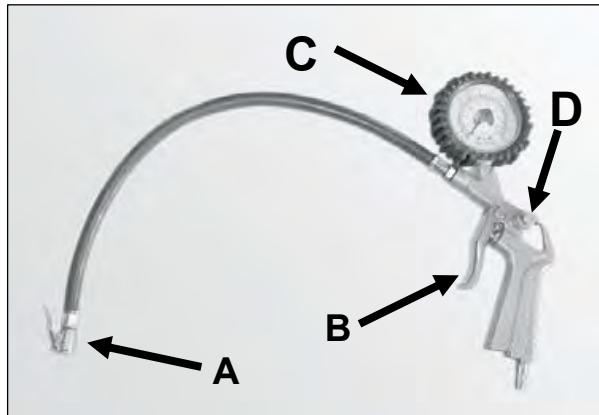
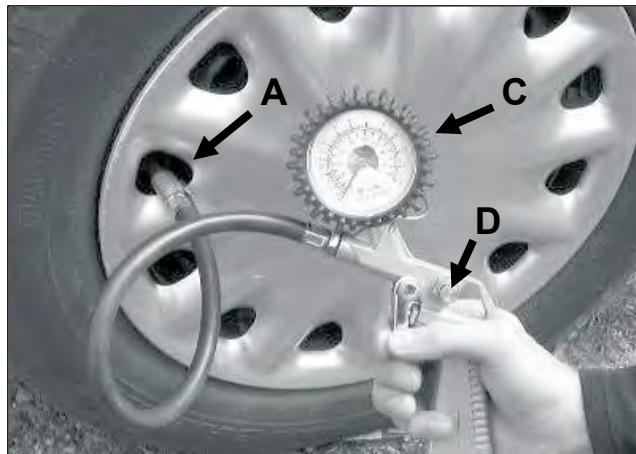

Рис. 13.
Рис. 15.
2. При накачивании автомобильных и большинства велосипедных шин к шлангу не требуется подсоединять никаких дополнительных переходных устройств (рис. 13). Нажмите на язычок **A** и подсоедините шланг непосредственно к шине, надев штуцер на ниппель (рис. 15) и отпустив язычок.
4. Нажав на рычаг **B**, начнайте надувать шину, следя за показаниями манометра **C** (рис. 15). Если давление оказалось больше требуемого, шину можно слегка сдуть, нажав на кнопку **D** (рис. 15).